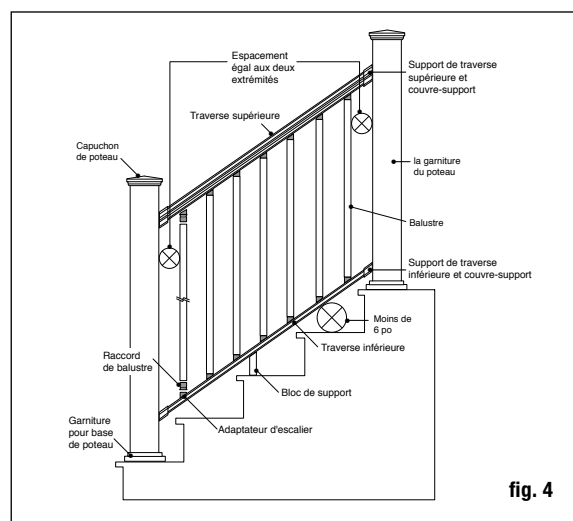

fig. 4
Étape 7 Placez la traverse du bas entre les poteaux et le centre. Vérifiez les exigences du code de la construction pour l'espacement maximum sur un escalier, typiquement moins que 15 cm (6 po). Une balle de 15 cm (6 po) ne peut passer par le triangle formé par la traverse du bas, le giron et la contremarche (fig 4). Marquez la position du support sur les deux poteaux. Retirez la traverse. Marquez les emplacements des vis et pré-percez à travers le poteau en utilisant seulement un foret numéro 2.